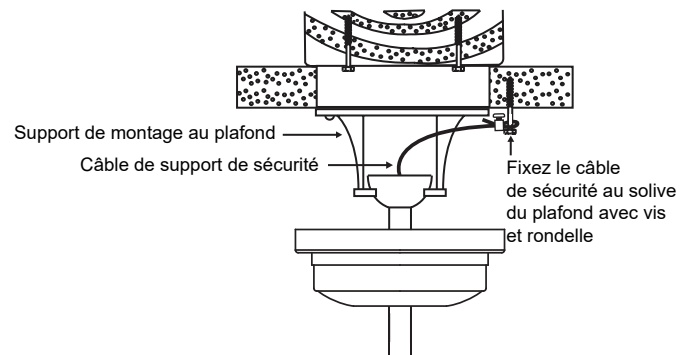

Fig. 8
Étape 1. Fixez la vis à bois et les rondelles fournies à la solive du plafond à côté du support de montage sans serrer. (**Fig. 8**)